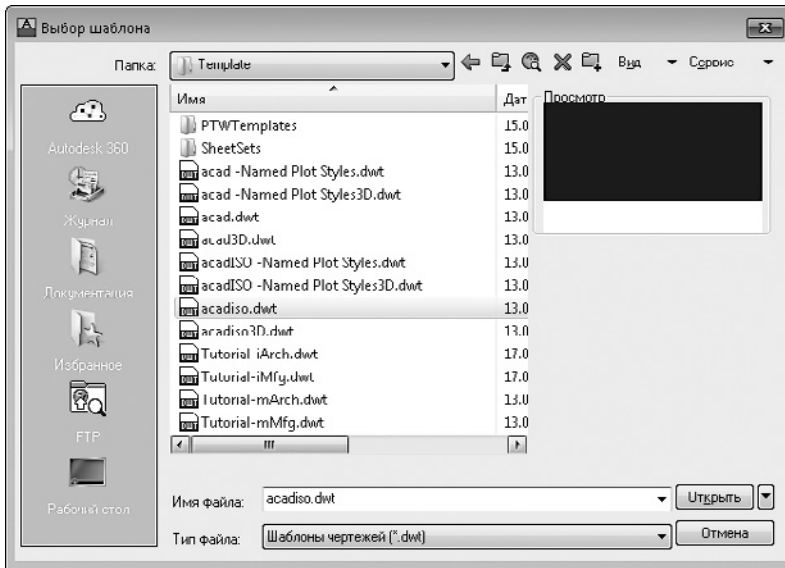

Рис. 1.28. Диалоговое окно Выбор шаблона
1. Щелкните на кнопке **Создать**  на панели быстрого доступа или выполните команду меню **Файл** ▶ **Создать**. На экране отобразится диалоговое окно **Выбор шаблона** (рис. 1.28). Оно похоже на стандартное окно выбора файлов операционной системы Windows и отображает содержимое каталога **Template** (Шаблон), принадлежащего директории, в которую была установлена программа AutoCAD. В данной папке находятся файлы с расширением DWT, которые представляют собой готовые шаблоны чертежей, обладающих некоторыми настройками и использующихся как основа для создания документов.